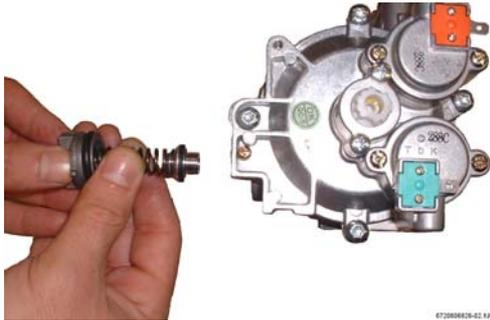

Bild 7
- ▶ Den Ventilteller ersetzen und den O-ring des Deckels tauschen (Bild 7).